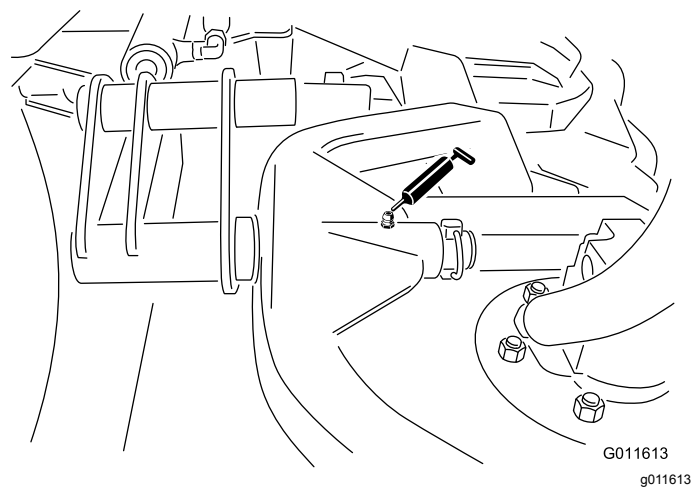

Figure 49
- Pivot du bâti porteur du tablier de coupe (1 chacun) (Figure 49)